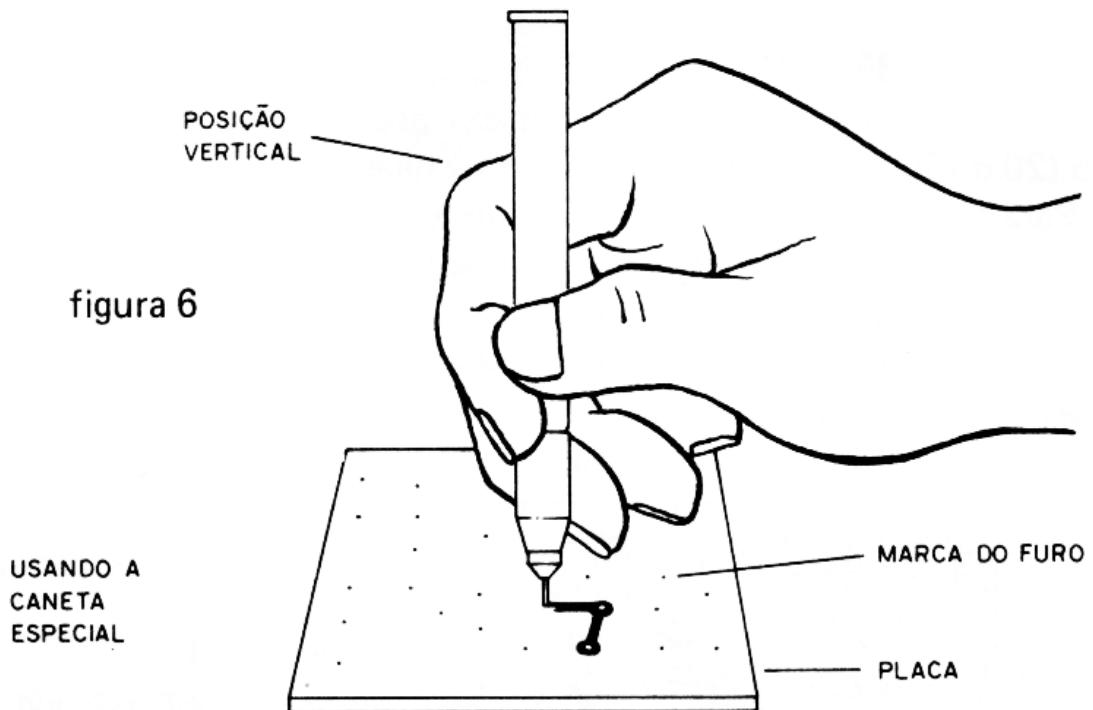

figura 6
4) Retire o papel usado como modelo e, baseado nas posições dos furos, faça o desenho na placa, igual ao original, usando a caneta com tinta especial. (figura 6)